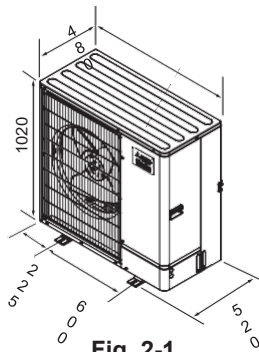

Fig. 2-1
2.2. Dimensiones generales (unidad exterior) (Fig. 2-1)